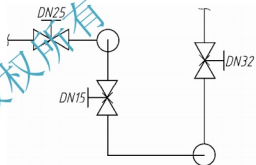

图 7-9 管路图
绘制如图 7-9 所示管路图，其中间两阀符号制作成属性块。
与图 7-9 比较, 图 7-14 中所插入的阀门表示公称直径的 DN 后面缺少数据, 而且 A、C 处显示的属性“DN”文字方向不正确, 因此, 还需要对属性进行进一步修改补充。
(3) 用同样的方法修改 B 处属性块值, 结果分别修改了属性值及显示方位, 最后整理图形结果如图 7-9 所示。